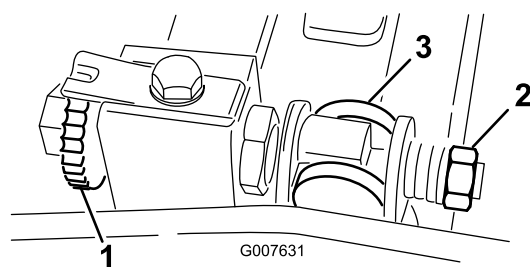

図 54
1. ベッドバー調整ネジを左に回してベッドナイフとリールの接触をなくす (図 54)。
2. スプリング・テンションナットをゆるめて、ワッシャがベッドバーを全く押さないようにする (図 54)。